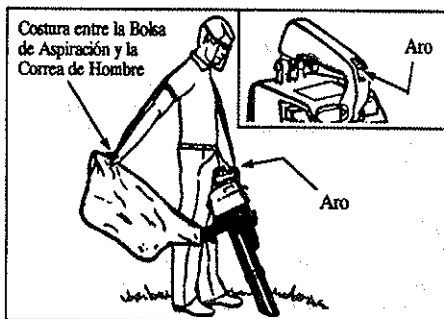

Figura 8
- Ajuste la bolsa de aspiración hasta que la correa de hombro quede alineada con la manija superior. Figura 8.
- Con la mano izquierda sostenga el aparato en posición vertical, apoyando el tubo de aspiración inferior en el suelo. Figura 8. Asegúrese de que la salida de propulsión y la bolsa de aspiración estén de su lado derecho. Figura 8.
- Coloque la correa de la bolsa sobre el hombro izquierdo y acople el gancho de la correa al aro en la manija superior. Figura 8 (inserción).
- Extienda el brazo derecho hacia la parte posterior de la bolsa de aspiración. Figura 8.
- Ajuste la correa de hombro hasta que la costura entre la bolsa de aspiración y la correa quede entre el pulgar y el índice. Figura 8.
- Asegúrese de que la Correa de Hombro quede ajustada de modo que haya flujo libre de aire proveniente del tubo en "L". Vea la Figura 8. Si la bolsa queda plegada, el aparato no funcionará debidamente.